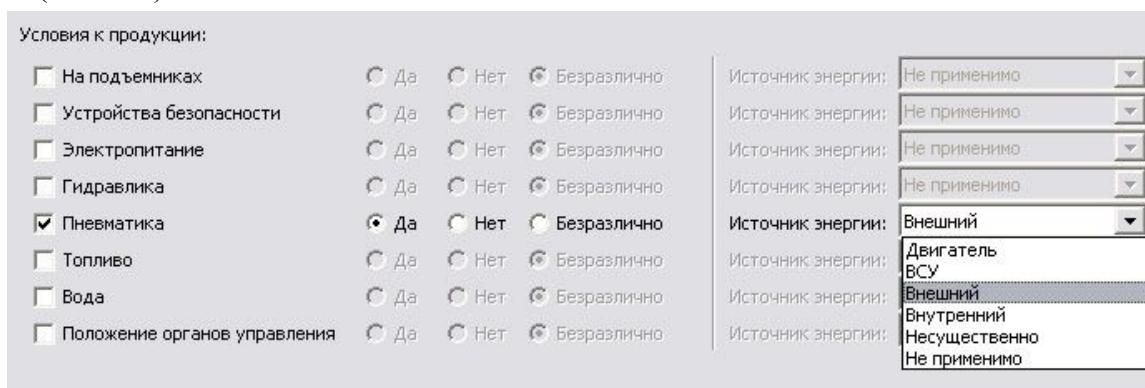

Рис. 6.7
3. Для ввода данных, находящихся в группе **Условия к продукции** в нижней части окна, установите флаг в нужной строке и выберите данные из выпадающего списка (Рис. 6.7).